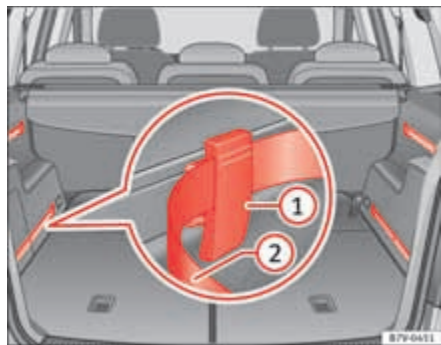

Fig. 96 En el maletero:
- Coloque un elemento de fijación con las roderas hacia arriba ⇒ fig. 96 ① en la parte superior de la guía y presione hacia abajo.